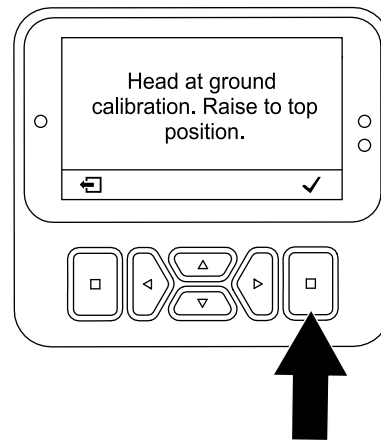

图 108
- 如果打孔针开始穿透地面 — 按选择按钮 图 108 并运行设置离地高度应用程序请参阅 运行“设置离地高度应用程序” \(页码 32\)。